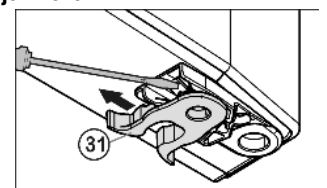

Fig. 11
- ▶ Prestavljanje vzmetne sponke Fig. 11 (31): Zaskočni zapah potisnite navzdol in vzmetno sponko povlecite čez.